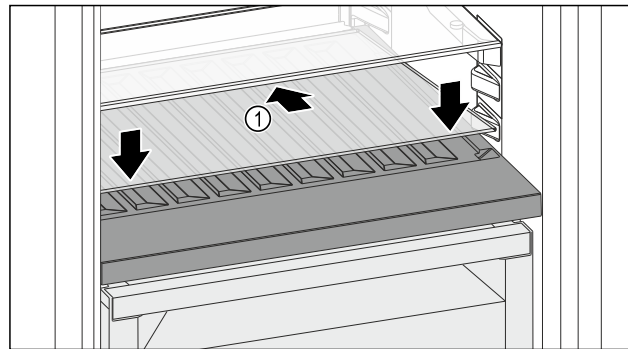

Fig. 115
- ▶ Glasplatte Fig. 115 (1) schräg und nach hinten unten geneigt ansetzen.
- ▶ Glasplatte Fig. 115 (1) vorne absenken.